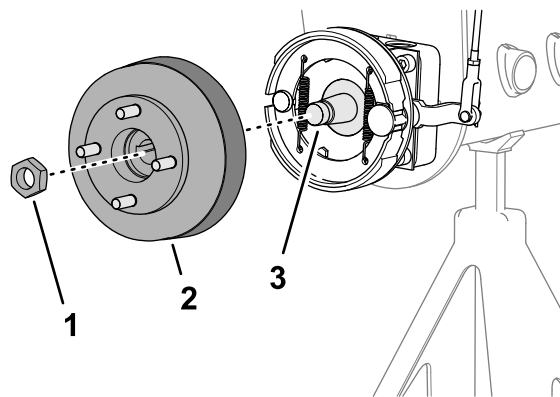
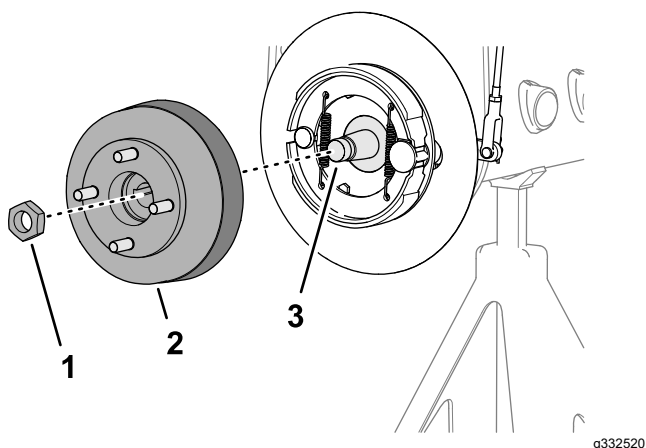

Figura 77
Figura 78
1. Remova a porca de bloqueio que prende o cubo ao eixo do motor da roda (Figura 77 ou Figura 78).
4. Utilize o extrator do cubo das rodas para remover o cubo das rodas e tambor dos travões do veio do motor das rodas (Figura 77 ou Figura 78).